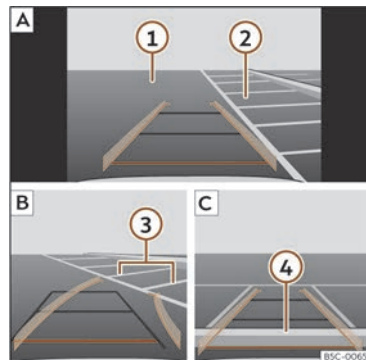

Fig. 162 Affichage sur l'écran du système d'infodivertissement : garer avec l'assistant de marche arrière.
Légende de la >>> **fig. 162** :
- Placez le véhicule en face de la place de stationnement >>> **fig. 162** **2** **A**.